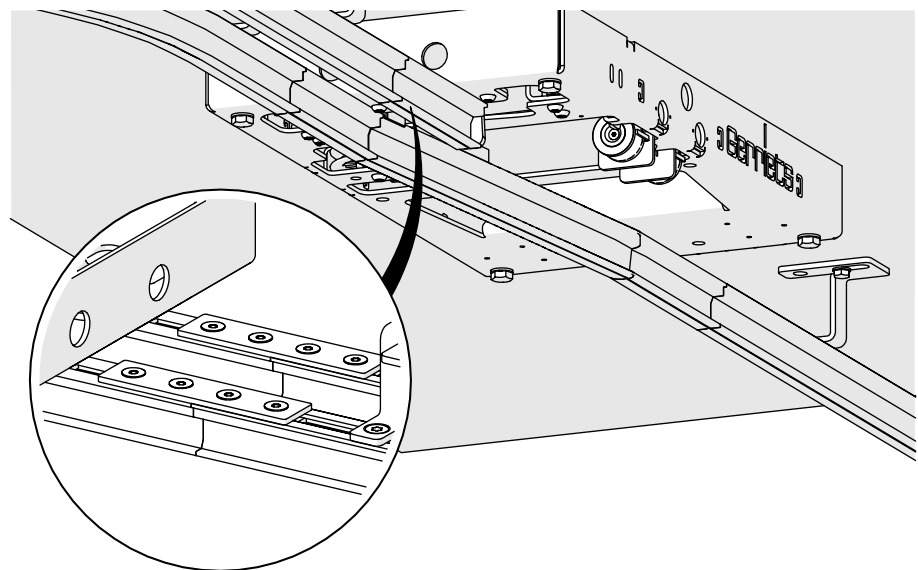

Abb. 133: Fingerweiche – Fingerweiche mit Schienensystem verbinden
2. Montieren Sie das erste Schienenteil an der Fingerweiche mit dem mitgelieferten Schienenverbinder entsprechend *Kapitel 5.2.1 Schienenverbinder* [► S. 40] – (siehe auch Abb. 133).
3. Richten Sie nacheinander die anderen Schienenenden so aus, dass sie mit dem zugehörigen Schienenende der Fingerweiche fluchten (siehe auch Abb. 133).